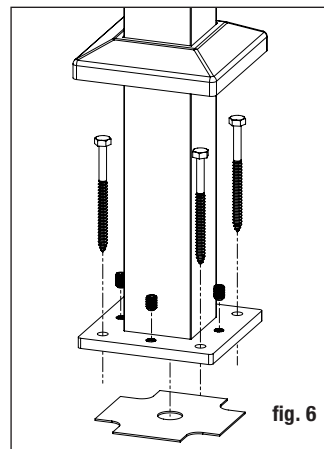

fig. 6
Étape 5 Repositionnez l'assemblage de poteau avec la plaque de nivellement insérée entre le pont et la base du poteau et alignée avec les trous pré-percés. Insérez les attaches de poteau (**NON INCLUS**) et serrez partiellement. À l'aide d'un niveau, ajustez les vis de réglage de mise à niveau avec une clé Allen 3/16 po jusqu'à ce que le poteau soit d'aplomb. Serrez complètement les attaches de poteau pour fixer la base à la structure du pont. *Remarque: Tire-fonds recommandés de 5/16 po x 4 po ou plus.* (fig. 6)